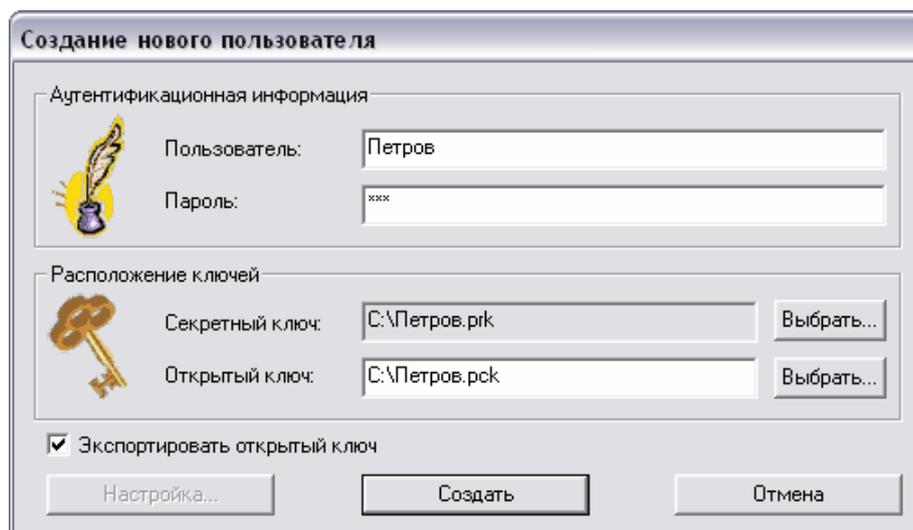

Рис. 118
4. Для создания новой пары ключей нажмите на кнопку **Создать....** После этого в появившемся диалоговом окне введите информацию для генерации секретного и открытого ключей (Рис. 118).
5. После ввода всех нужных параметров нажмите на кнопку **Создать** (Рис. 118).